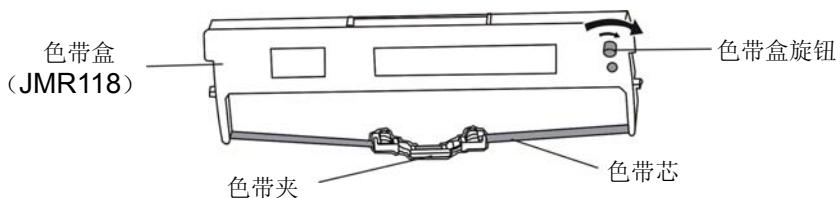

图 2-9 色带盒
- 取出色带盒，将有旋钮的一面朝向自己，按箭头方向旋转色带盒旋钮，绷紧色带芯，以便于安装（如图 2-9 所示）。